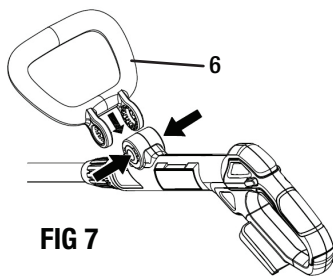

FIG 7
Pour installer la poignée avant (6), appuyez sur deux boutons avec vos doigts et maintenez. Installez la poignée avant sur la base du bouton comme indiqué à la FIG 7.